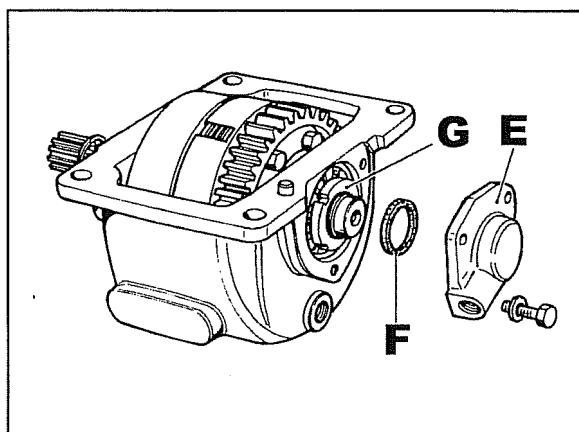

Fig. 3
- 5 Enlever le couvercle **E** fig. 3 donc enlever le joint d'étanchéité quadring **F**.
- 6 Enlever la bague **G** fig. 3.